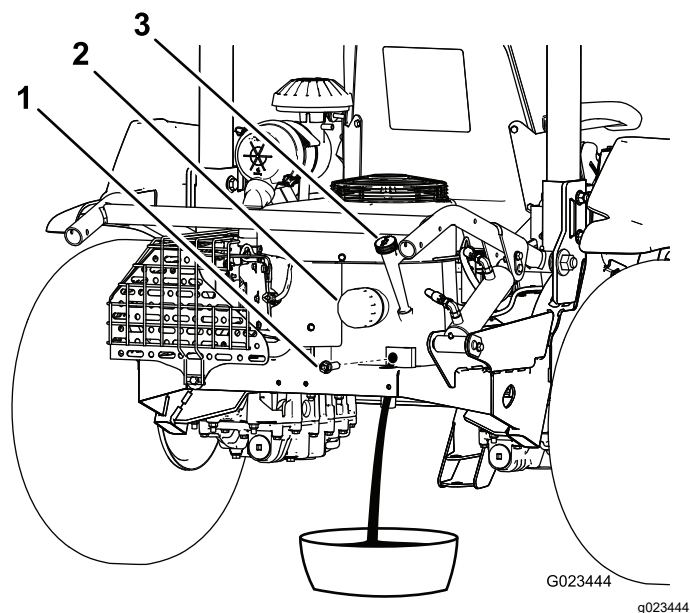

Figure 37
3. Retirez le bouchon de vidange (Figure 37) et vidangez l'huile dans un bac adéquat. Remettez le bouchon en place quand la vidange est terminée.